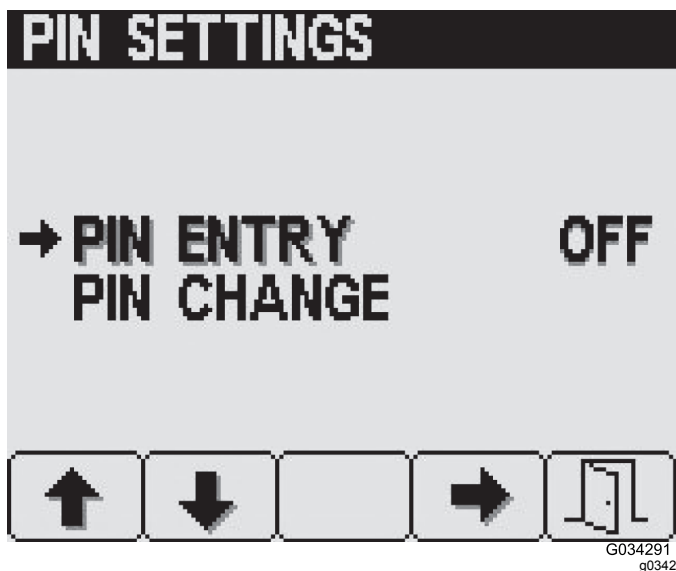

Figure 26
3. Dans l'écran Réglages code PIN, appuyez sur le bouton 4 pour sélectionner l'option Saisie du code PIN et pour activer ou désactiver le code PIN (Figure 26).